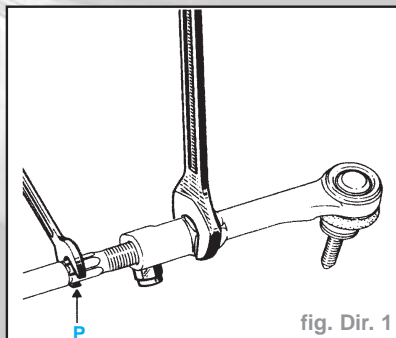

fig. Dir. 1
- Desserrer la vis du manchon de réglage parallélisme et dévisser le boîtier rotule en maintenant la rotule axiale avec une clé plate en "P" (fig. Dir. 1).